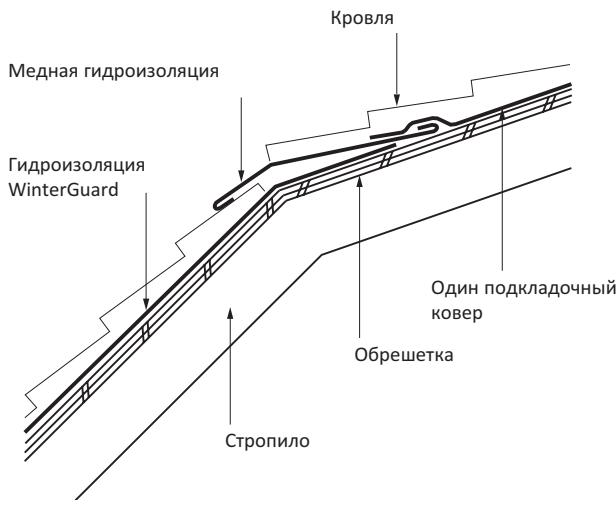

Рис. 6-24
**2. КАПЕЛЬНИК ИЛИ ЖЕЛОБ:** Уложите кровельные гонты на нижней части крыши до места стыка и отрежьте лишнюю часть кровельных гонтов по стыку настила. Уложите подкладочный ковер водонепроницаемого типа, например, WinterGuard™, на этот стык плоскостей настила для создания водонепроницаемого барьера. Водонепроницаемый подкладочный ковер должен быть уложен непосредственно в верхней части крыши и заходить на кровельные гонты в нижней части крыши приблизительно на 12 см. Установите окрашенную подпорную доску 25x150 мм (водонепроницаемый подкладочный ковер должен быть полностью закрыт этой доской) на самом верху нижней части крыши, и затем установите на этой доске либо капельник, либо желоб. Уложите кровельные гонты до верхней плоскости стандартным способом укладки, позволяя начальным кровельным гонтам и кровельным гонтам первого ряда выступать над капельником или желобом примерно на 13–19 мм. См. Рис. 6-24 ниже.